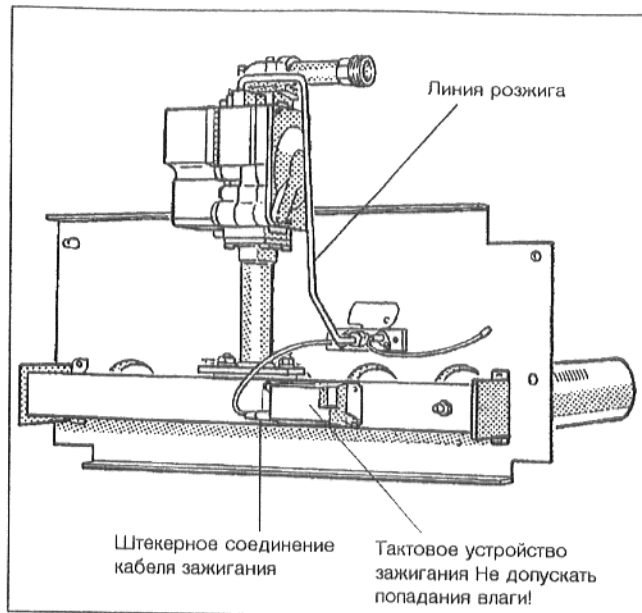

Рис. 33: Газовая горелка
- Отключить штекерное соединение кабеля зажигания на тактовом устройстве зажигания (Рис. 33).
- Снять линию розжига с горелки розжига (Рис. 33).
- Ослабить по два винта на горелке розжига и осторожно вынуть горелку розжига (Рис. 33).
- Погрузить стержни горелки в воду с моющим средством и очистить их щеткой. При этом следить за тем, чтобы не произошло намокание теплоизоляции на щите горелки и тактового устройства зажигания! При необходимости отвинтить тактовое устройство зажигания (Рис. 33).